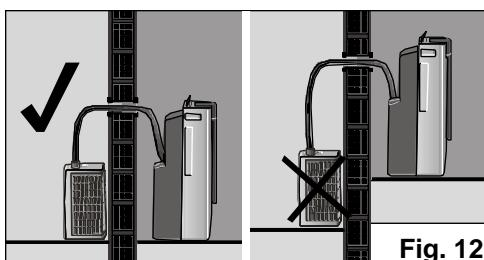

Fig. 12
- Por último, verifique que la manguera flexible de unión de ambas unidades no está **aplastada o aprisionada**, que la diferencia de altura entre las unidades no debe superar los 1,5 m. Fig. 11 y que la unidad exterior no está a un nivel inferior que la unidad interior, Fig. 12.